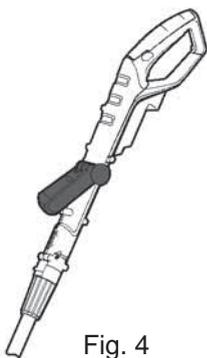

Fig. 4
- > Mettez la poignée auxiliaire (18) dans la position requise (Fig. 4, 5, 6).